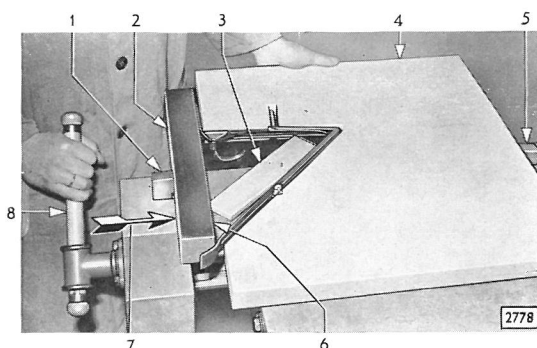

Bild 105 - Türdrehfenster-Glasscheibe auf Hobelbank in Fensterleiste eindrücken
1. Zum Eindrücken der Glasscheibe in die Fensterleiste wird eine selbstangefertigte Holzeindrückvorrichtung (105/4) verwendet, die von jeder Werkstatt leicht selbst angefertigt werden kann. Zeichnungsmaße werden zur Herstellung nicht benötigt. Der Ausschnitt dieser Vorrichtung ist so auszuführen, daß ein zusammengebautes Türdrehfenster in die Vorrichtung eingelegt werden kann (Bild 105 und 106). Weiterhin ist ein Druckholz (105/2) nötig. Mit einer Holzunterlage (105/3) erhält man die richtige Höhenlage des Fensters in der Vorrichtung beim Eindrücken.